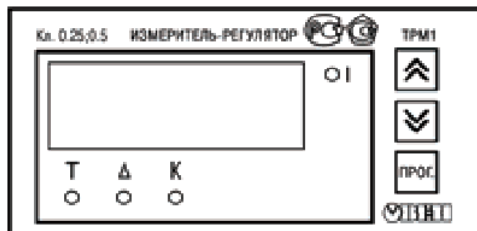

Рисунок 6. Лицевая панель прибора ТРМ1.
4.4.4. При подаче питания на дисплеях контроллеров выводиться информация о текущей температуре в печи (рис. 6) и установленном напряжении в канале нагрева, а так же значение текущее значение мощности в % (рис. 7).